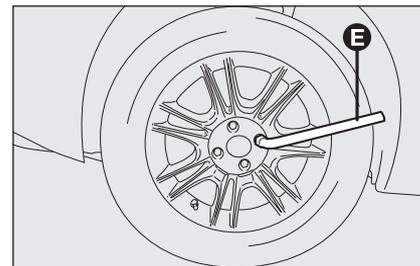

fig. 11
- dévisser d'environ un tour les boulons de fixation, en se servant de la clé E-fig. 11 fournie; pour les voitures équipées de jantes en alliage, secouer la voiture pour faciliter le détachement de la jante du moyeu de la roue;